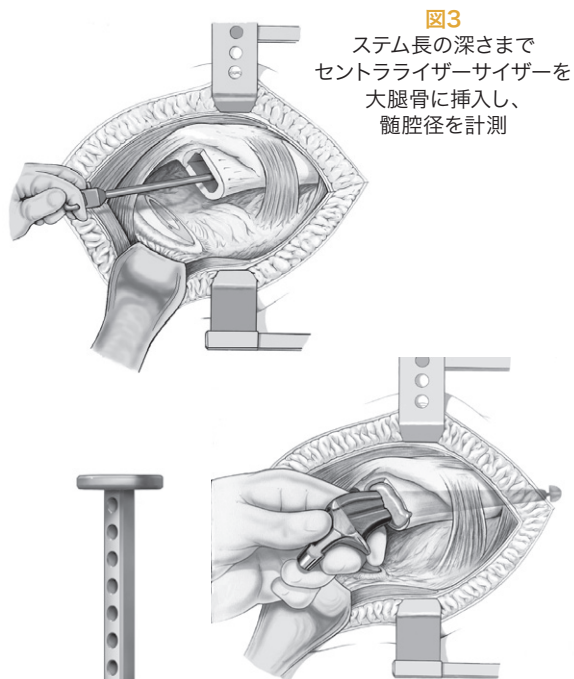

図3
- 最後に使用したブローチ、または、実際のステム長を参考に、セントライザーサイザーを挿入する深さを定めます(図3)。